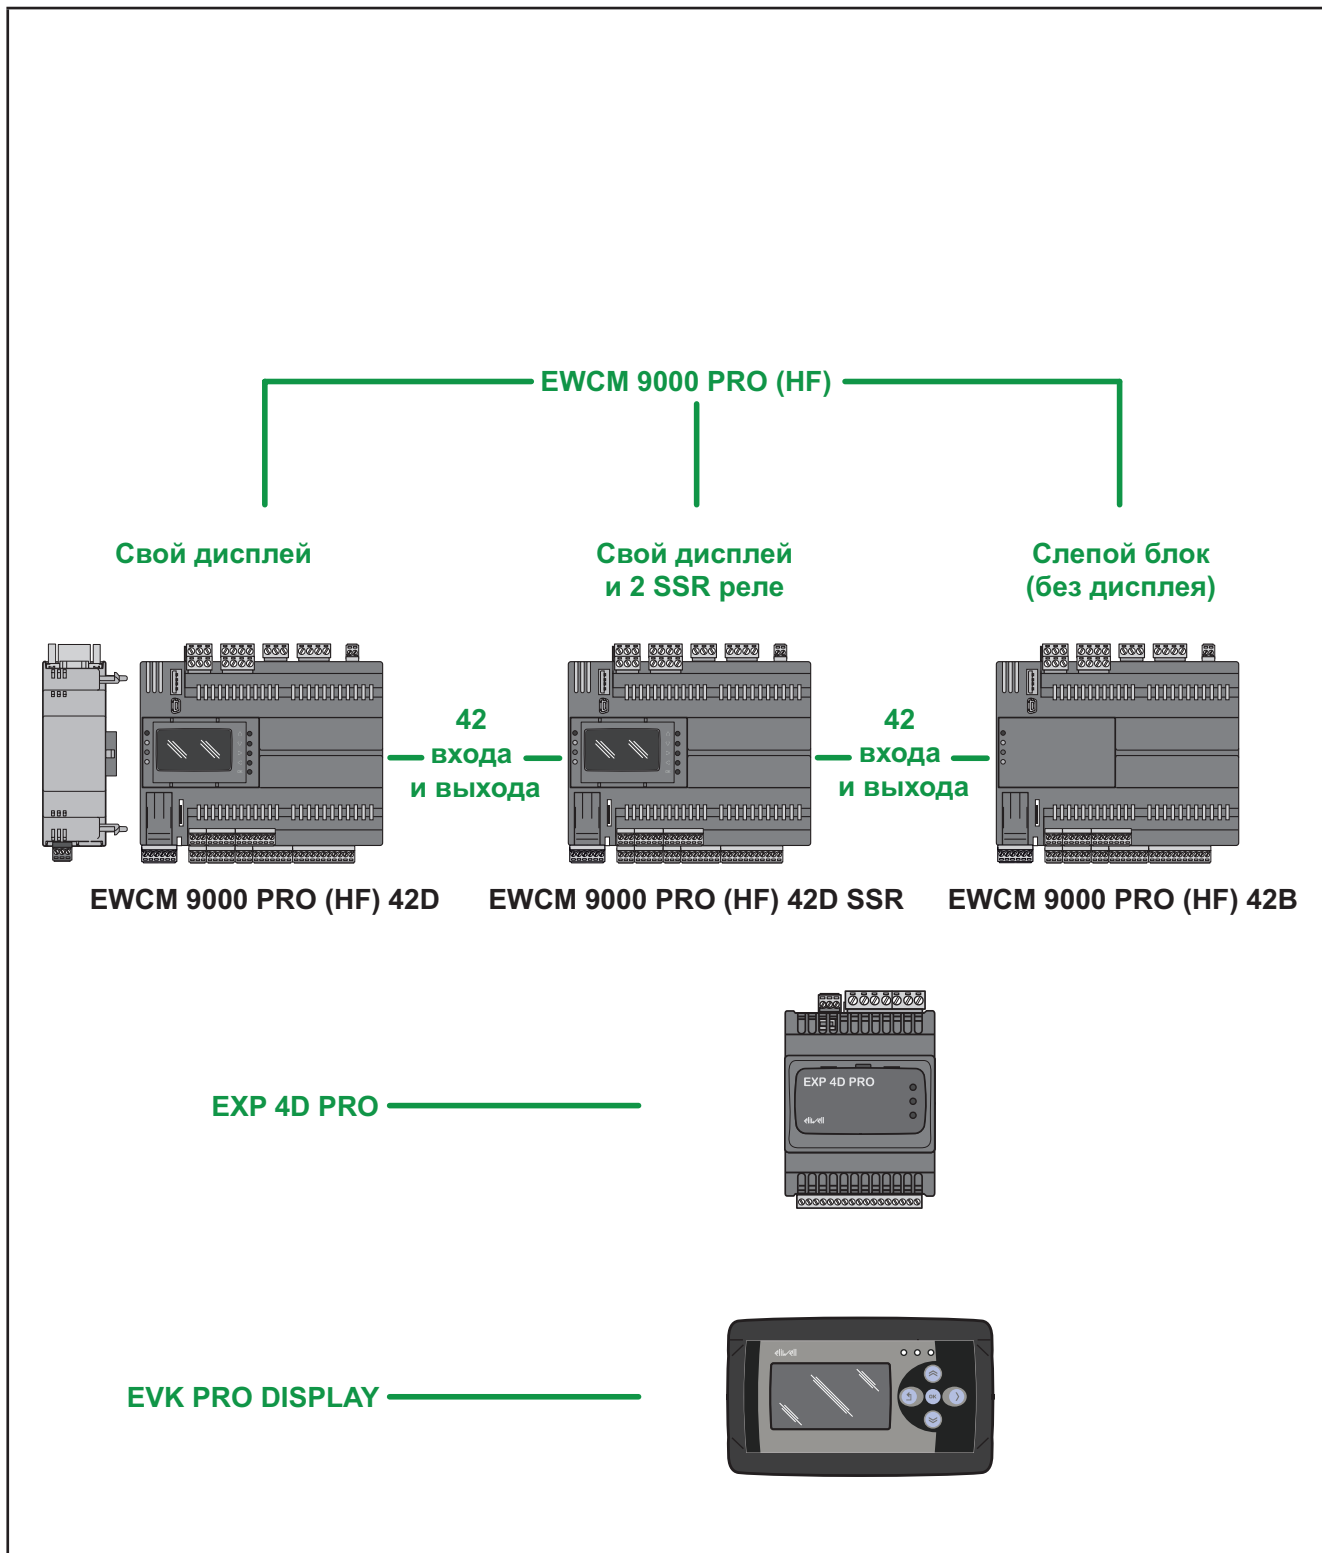

Рис. 1. Линейка EWCM 9000 PRO
Линейка **EWCM 9000 PRO (HF)** (see Рис. 1 на странице 14) включает в себя: